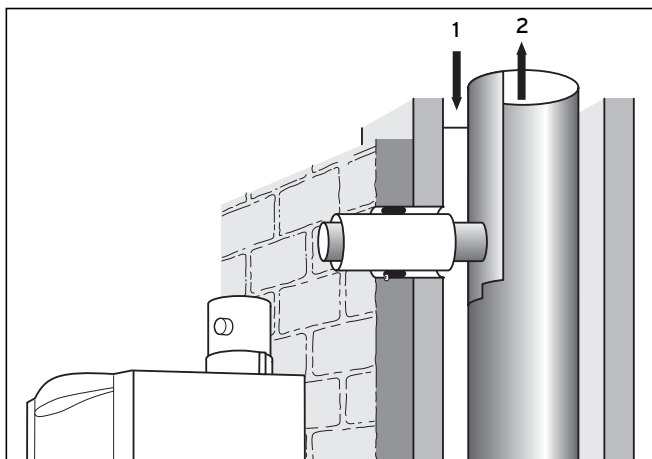

Fig. 4.7 Découpe du tuyau d'évacuation des fumées et installation du tuyau d'air
- Procédez à un raccordement sur le AEAI conformément à la fig. 4.7.